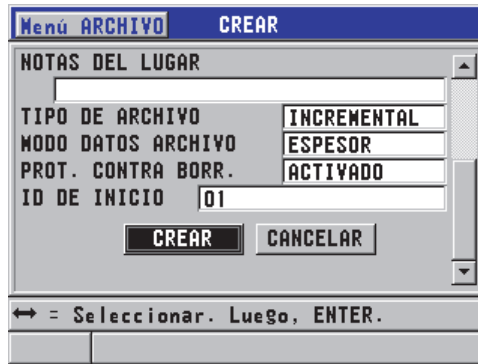

Figura 6-18 Pantalla CREAR para archivos de tipo incremental
2. En la pantalla **CREAR** (véase la Figura 6-18 en la página 112):